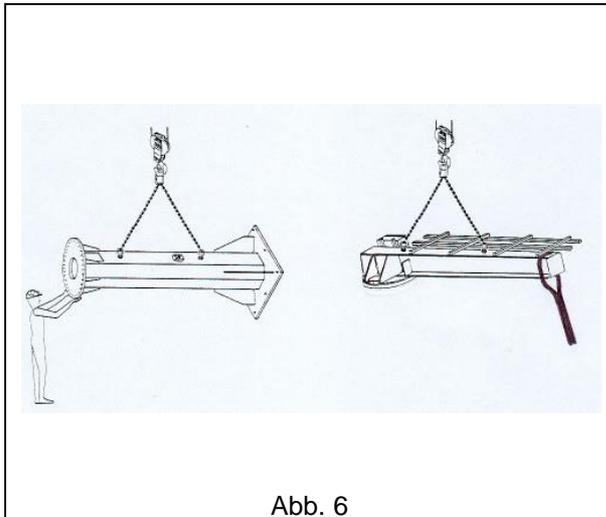

Abb. 6
- Die Strukturteile des Auslegerkrans (Säule und Ausleger) werden in der Regel ohne Verpackung geliefert; an Säulen und Auslegern befinden sich Anschlagpunkte, um die Handhabung während der Transport- und Installationsarbeiten zu erleichtern (Abb. 6).